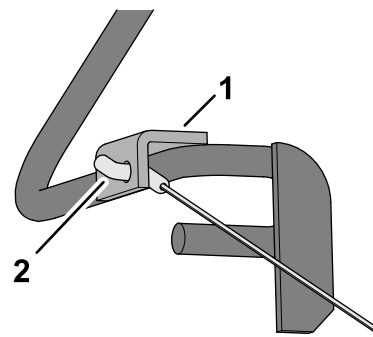

Figura 2
- Desligue o cabo removido do suporte do manípulo de presença do operador, angulando o cabo sem encaixe (**Figura 2**).
9. Ligue o cabo recém-instalado ao suporte do manípulo de presença do operador, como se mostra na Figura 2.